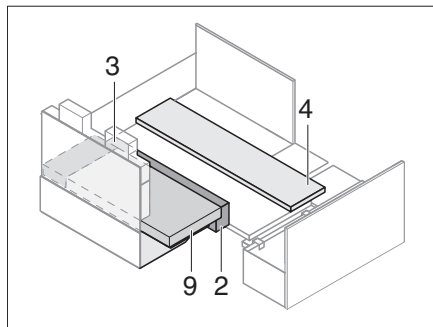

Bild 199 Positionera extradynor
- Positionera extradynor (Bild 199). Avståndet följer av de inlagda dynorna.
- Lägg in sittdynor och sitsbreddningar. Lägg ryggdyna (Bild 199,9) på extradynorna.